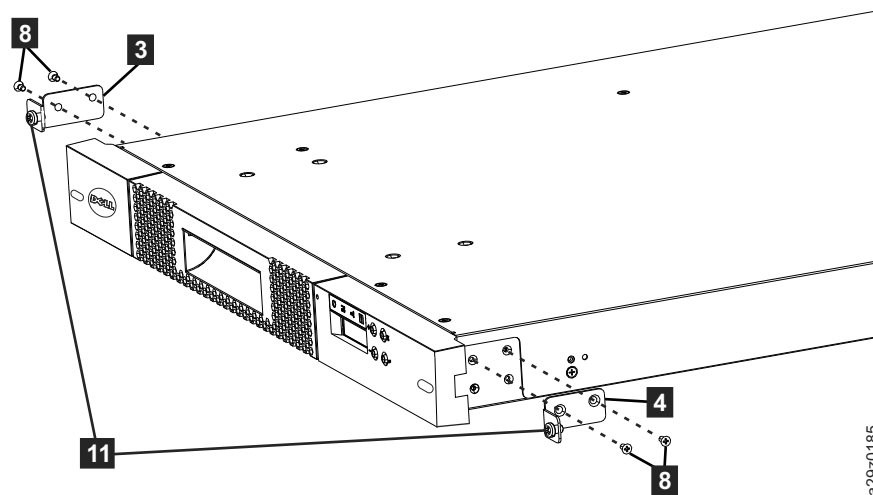

Figura 20. Sujeción de las fijaciones frontales al chasis de biblioteca
4. Sujete las fijaciones frontales izquierdas **3** y derechas **4** (Figura 20 en la página 25) a la parte frontal del chasis de biblioteca con 2 tornillos de cabeza plana **8** en cada lado. Use los dos agujeros superiores en cada lado. La brida de cada fijación con los tornillos insertados (**11**) se ajusta al orificio en cada lado del frontal.